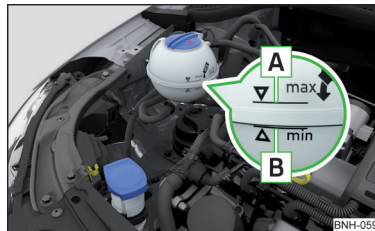

Fig. 149
Verificarea nivelului lichidului de răcire - nivelul lichidului de răcire trebuie să se afle între marcajele **A** și **B** » fig. 149. Dacă nivelul lichidului de răcire se află sub marcajul **B**, completați lichidul de răcire.
Specificația lichidului de răcire este menționată pe vasul de expansiune a lichidului de răcire » fig. 149.
- Nu adăugați lichid de răcire deasupra marcajului **A** » fig. 149. Lichidul de răcire ar putea fi împins din sistemul de răcire, atunci când se încălzește - există pericolul de deteriorare a pieselor din compartimentul motor.